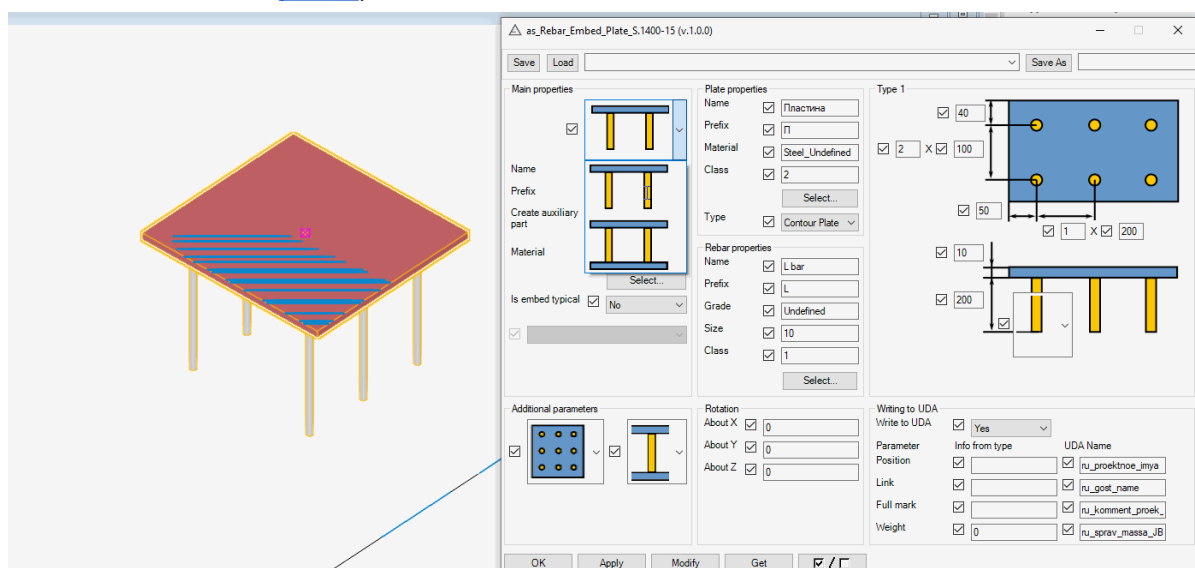

Рис. 4. Изменение типа закладной детали
- Тип закладной детали (на данный момент доступны первых два типа закладных деталей, см. рис. 4)